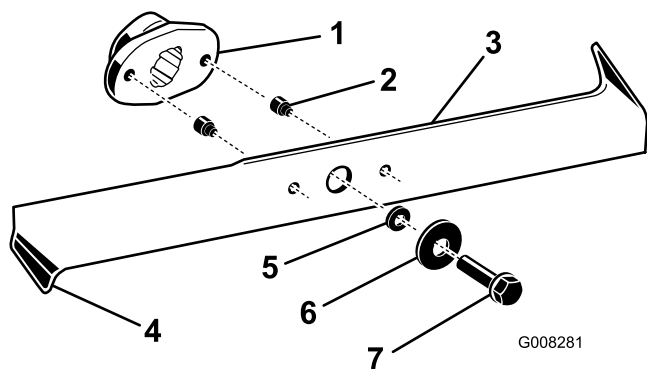

Figura 35
2. Inspeccione los filos de corte (Figura 35). Si los bordes no están afilados o tienen mellas, retire las cuchillas y afílelas; consulte Cómo afilar las cuchillas.
3. Inspeccione las cuchillas, especialmente los extremos inclinados (Figura 35). Si observa cualquier daño o desgaste en esta zona, instale inmediatamente cuchillas nuevas.
4. Si los pasadores de seguridad están rotos, sustitúyalos inmediatamente (Figura 35).
3. Retire los pernos, las arandelas y las cuchillas (Figura 35). Inserte un bloque de madera entre cada cuchilla y el cortacésped para bloquear la cuchilla mientras se retira cada perno.
1. Instale las cuchillas, las arandelas y los pernos (Figura 35).